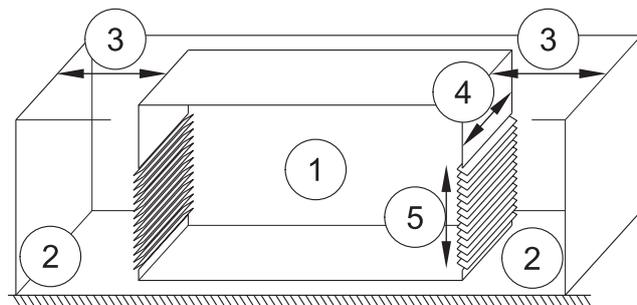

Figura 47
- Assicurarsi che vi sia spazio sufficiente davanti e dietro qualsiasi sfiato di scarico o ingresso (vedere la figura 47, questo include:
La figura 47 mostra le considerazioni di base per consentire al gruppo elettrogeno di raffreddarsi e respirare.